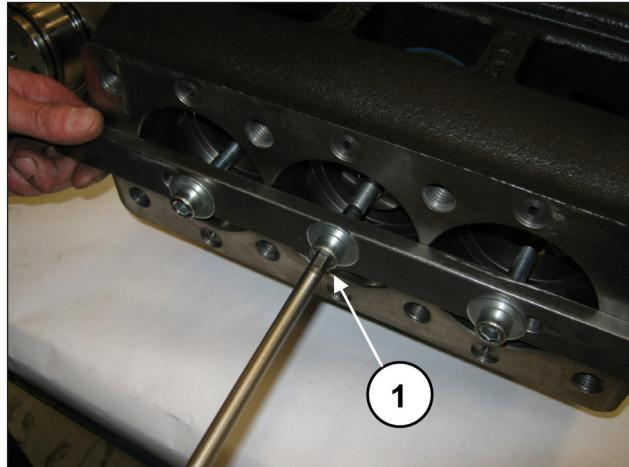
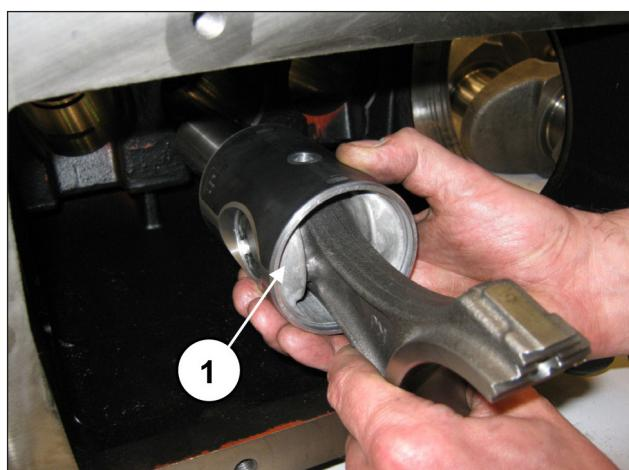

图 32
图 33
拧松工具（代码 27566200）的螺栓以松开连杆（位置①，图 32），接着从泵壳后方开口处抽出连杆/柱塞导承组件（位置①，图 33）。
确保曲轴箱已彻底清洁后，将半连杆/活塞导承组件插入曲轴箱管内(①, 图 33)。
锁定三个组件，可利用编号为 27566200 的专用工具(①, 图 32)。